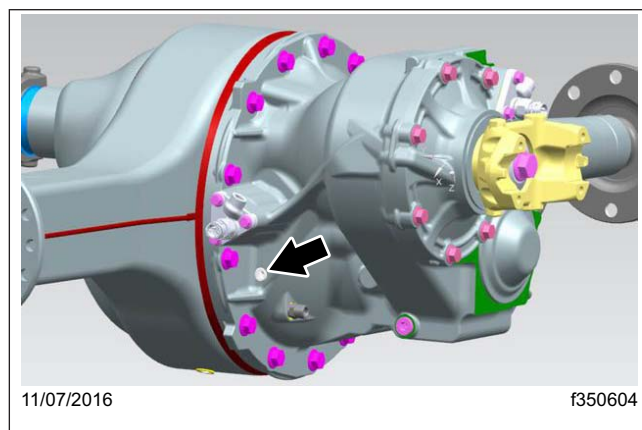
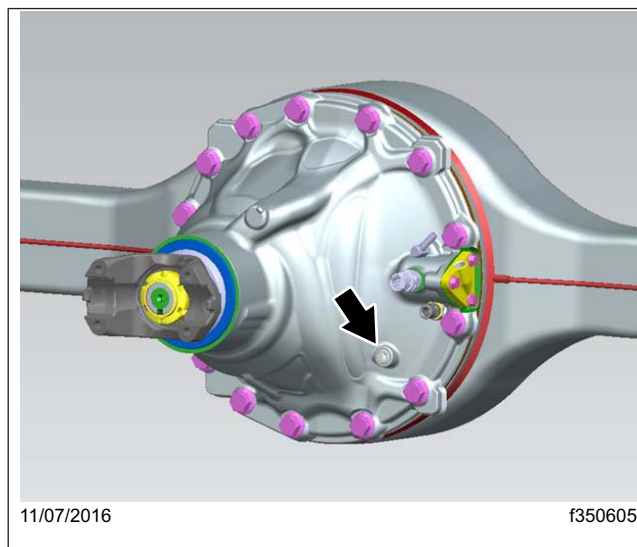

Figura 3, Eje motor final delantero nuevo Detroit™, ubicación para el llenado de aceite
Figura 4, Eje motor final trasero nuevo Detroit™, ubicación para el llenado de aceite
2. Limpie el tapón de llenado y su área circundante. En la cubierta del portador, retire el tapón del orificio de llenado de aceite. Vea la Figura 3 para el eje delantero y la Figura 4 para el eje trasero.